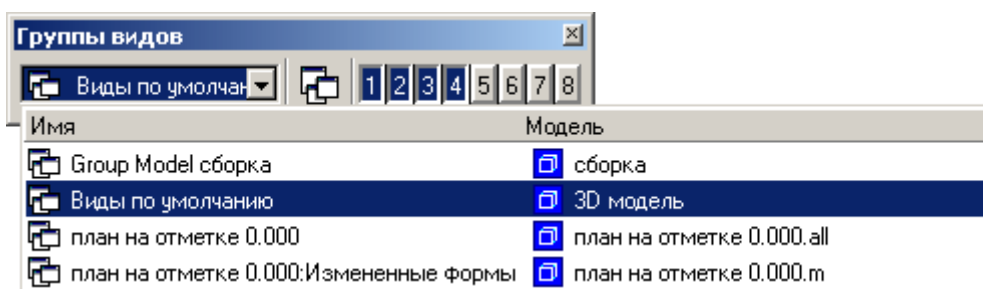

Рисунок 39
2. Если при генерации чертежа Вы активировали пункт **Вывод в одну модель**, то в панели *Группы видов* можно найти пункт **Default (Виды по умолчанию)** – это и есть ваша трехмерная модель (Рисунок 39).